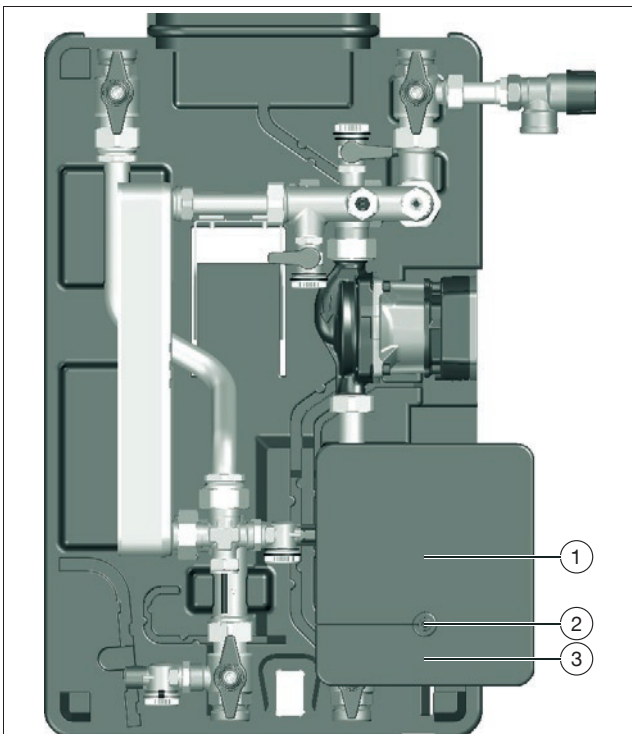

Abb. 31: Regler öffnen
(1)	Abdeckung-Anschlusspanel
(2)	Schraube mit Innensechsrund
(3)	Abdeckung-Zuleitungen
4. Lösen Sie die Schraube (siehe Position (2) in Abb. 31) und legen Sie diese beiseite.
5. Schieben Sie die Abdeckung-Anschlusspanel (siehe Position (1) in Abb. 31) über die Rastnasen hinaus nach oben.